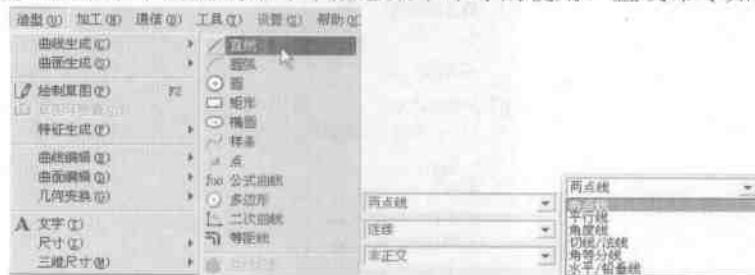

图1-6 直线命令
通过应用曲线生成菜单中的直线命令来熟悉菜单命令的使用。直线命令如图 1-6 所示。
- 选择菜单命令【造型】/【曲线生成】/【直线】，或在曲线生成栏中单击／按钮，在绘图区左侧出现直线命令的立即菜单，如图 1-6 所示。